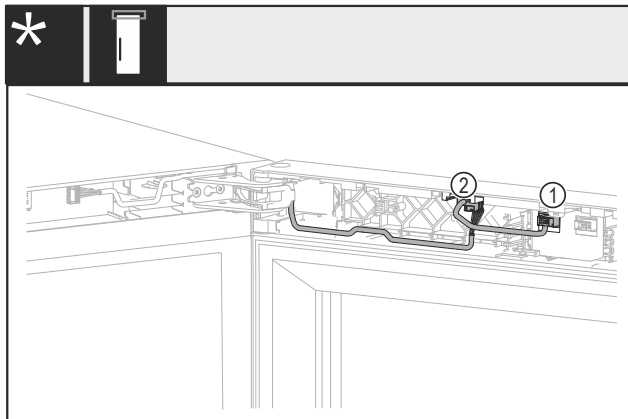

Fig. 18 Без замка или с механическим замком*
- ▶ Извлеките разъем Fig. 18 (1)*
- ▶ Извлеките разъем Fig. 18 (2)*